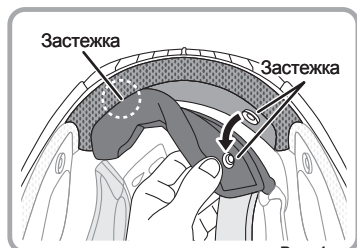

Рис. 1
1. Отстегните застежки с задней стороны шлема. (Рис. 1)